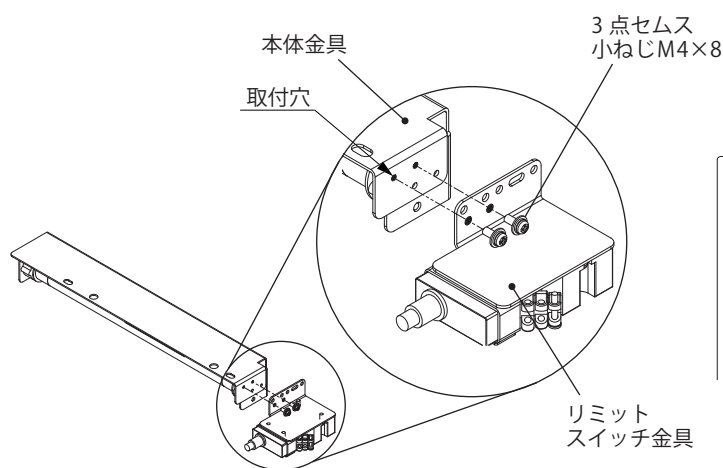

図5
1. リミットスイッチ金具にある3点セムス小ねじ M4×8(2か所)を取り外してください。(図5)
2. 本体金具とリミットスイッチ金具を3点セムス小ねじ M4×8(2か所)にて取り付けてください。(図5)